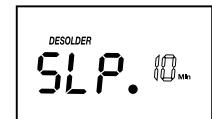

Рис. 4
2. Нажмите и удерживайте функциональную кнопку демонтажной станции около 2 секунд, чтобы войти в интерфейс. Нажмите функциональную кнопку демонтажной станции еще раз, чтобы войти в интерфейс настройки спящего режима. На дисплее отобразится значение, показанное на Рис. 4 с мигающей цифрой 02.